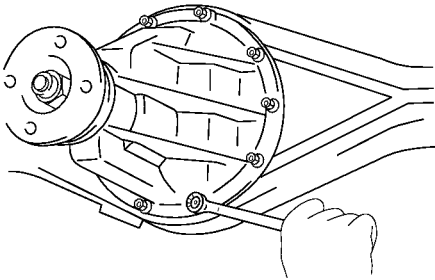

图 14-129 安装差速器箱总成
(1) 装上 1 张新垫片。
(2) 安装差速器箱总成。将差速器箱总成装到车桥上，旋上 10 个螺母并旋紧，如图 14-129 所示。